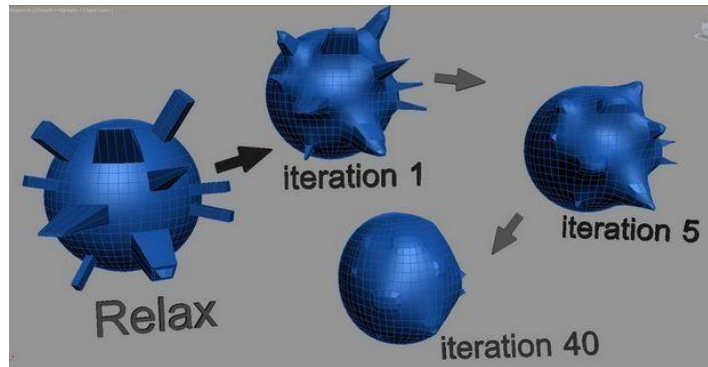

Рисунок 72. Применение модификатора Relax 7.Spherify.
6.Relax. Работает аналогично TurboSmooth и Spherify. Сглаживает острые углы (Рисунок 72).